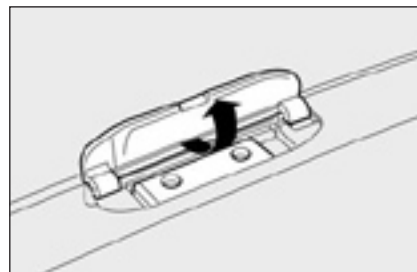

рис. 117
- ☐ для моделей без люка: поднимите заглушки с помощью отвертки, предоставленной в наборе инструментов, чтобы добраться до посадочных мест крепления **рис. 117**;